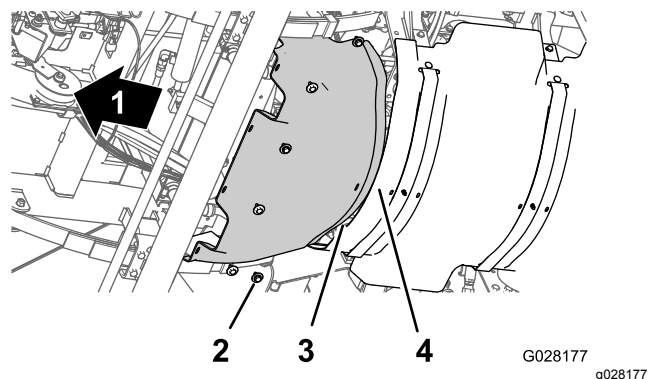

Рисунок 58
1. Расположите задний фланец переднего теплоизолирующего экрана над передним фланцем заднего теплоизолирующего экрана, выровняв их по краям (**Рисунок 58**).
2. Совместите отверстия в переднем теплоизолирующем экране с резьбовыми отверстиями в шасси (**Рисунок 58**).
3. Установите передний теплоизолирующий экран на машину с помощью 6 болтов с шестигранными головками и 6 шайб (**Рисунок 58**), снятых на этапе 3 раздела Демонтаж переднего теплоизолирующего экрана \(страница 59\).